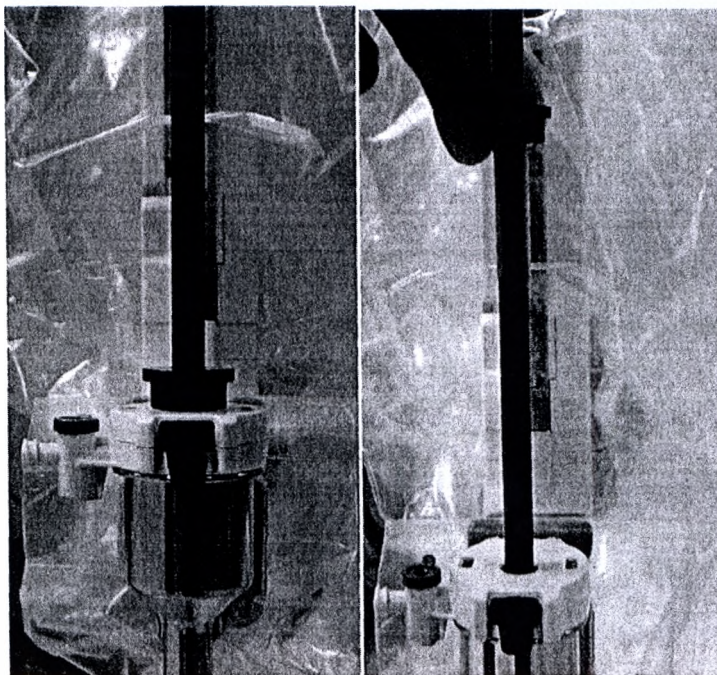

Рисунок 15
5. После того, как инструмент будет соединен с манипулятором инструмента, продвиньте интродьюсер вверх по ручке инструмента от уплотнения канюли (Рисунок 15).